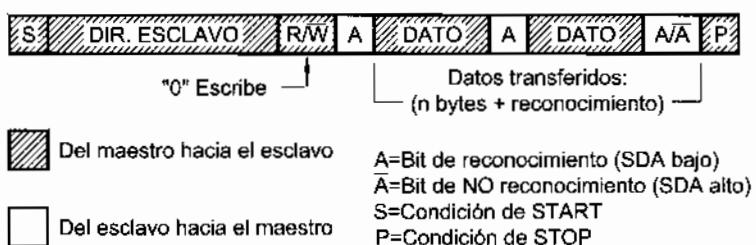

Figura 21-9 Maestro escribe datos en el esclavo
- 1º **Maestro-emisor transmite al esclavo-receptor.** Si el bit 8 es de escritura, (R/W=0), la secuencia será la descrita en la figura 21-9: